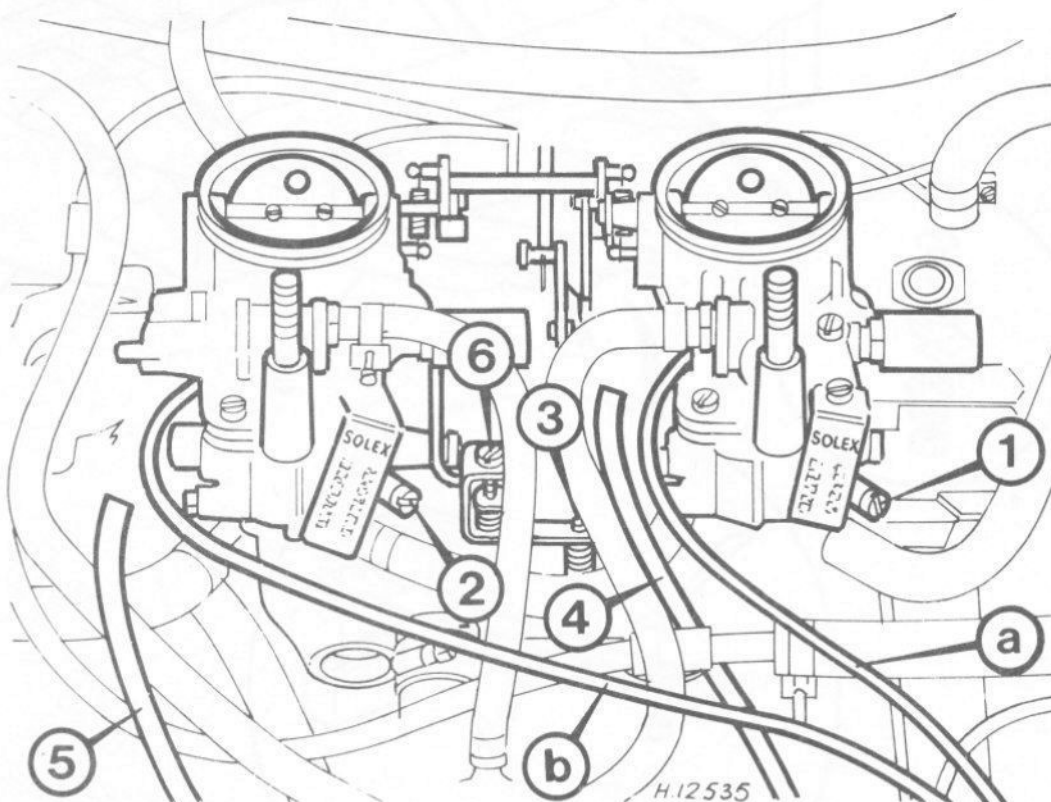

Fig. 3.5 Positions des vis de réglage sur le carburateur Solex 35 PBISA 8 (Sec 10)
- 10 Contrôler la synchronisation des carburateurs avant toute tentative de réglage du ralenti et de la richesse. Consulter la Fig. 3.5 pour les emplacements des vis.